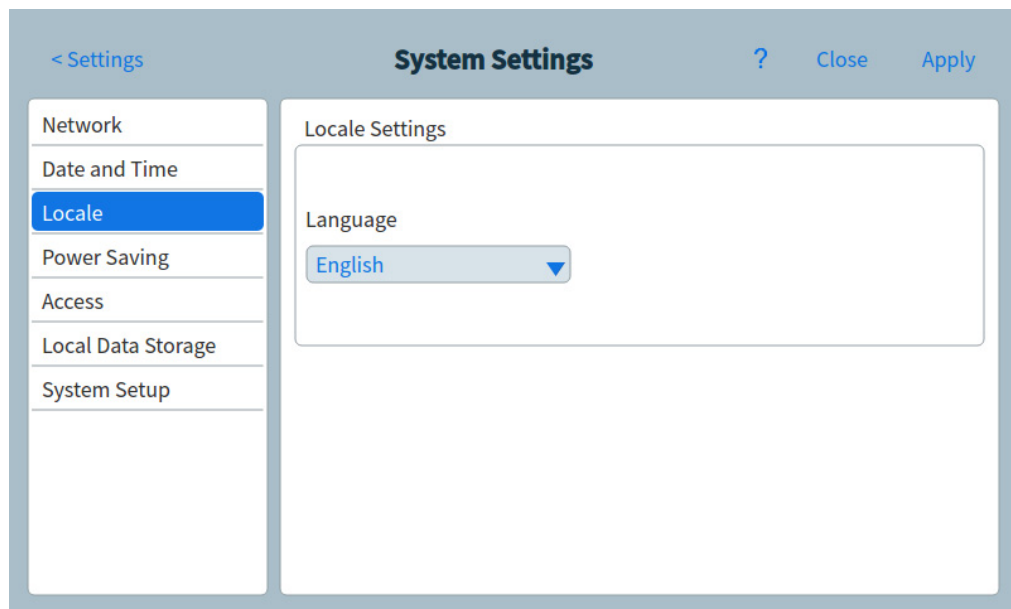

Abbildung 58. Seite „Locale Settings“
- 1 Drücken Sie auf der Seite „System Settings“ (Systemeinstellungen) die Seitenauswahlschaltfläche **Locale (Gebietsschema)**. Die Seite „Locale Settings“ wird eingeblendet. Siehe **Abbildung 58**.